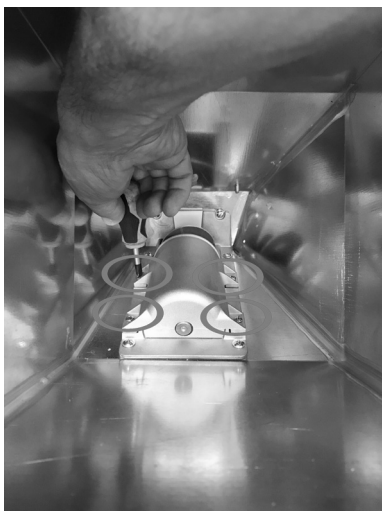

Fig. 36 - Lösen der Schrauben
- Über den Tank die 4 Schrauben des Schneckengehäuses entfernen (siehe **Fig. 36**).